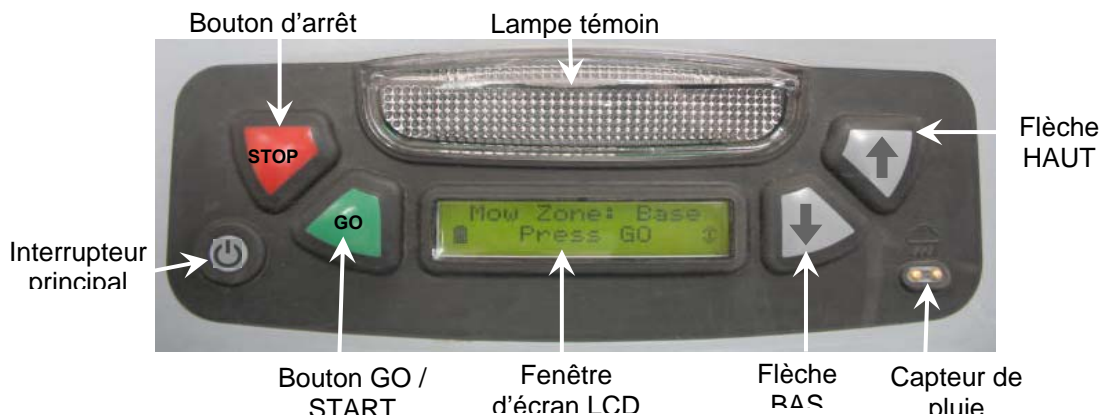

Figure 1.28 – Panneau de commande
- Un panneau de contrôle se trouve du côté arrière supérieur du Robomow®. Le panneau de contrôle consiste en un écran d'affichage, un clavier numérique et une lampe témoin (Figure 1.28).